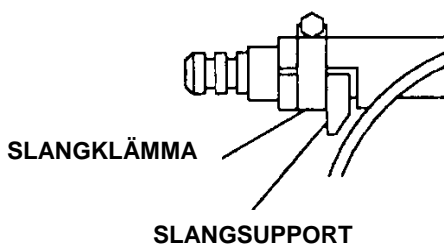

Fig. 4
5. Lossa slangklämmornas skruvar. Se fig. 4. Ta bort slanghållarna och -klämmorna som håller båda slangändarna på plats.